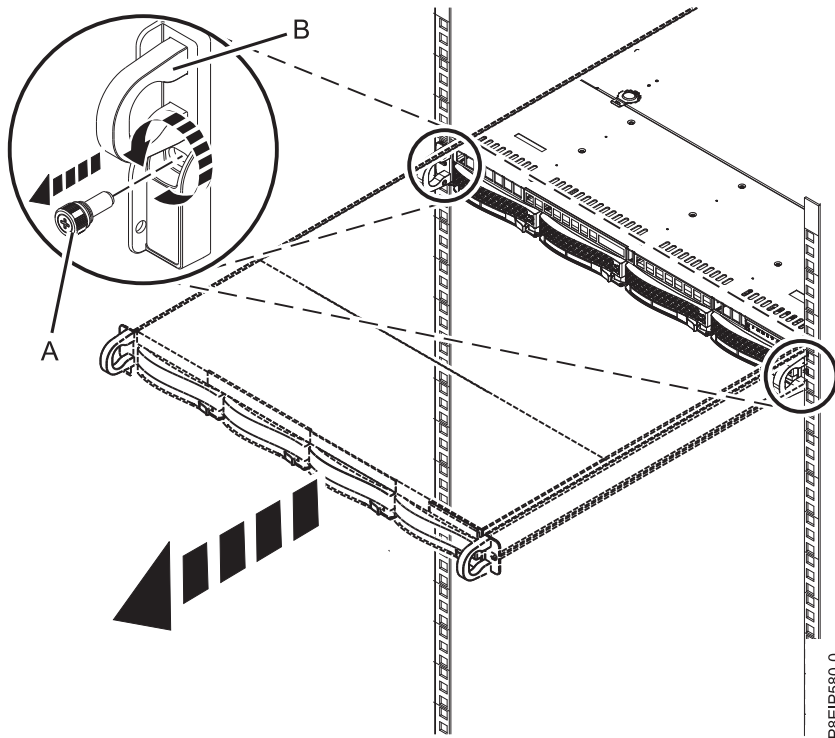

Figure 84. Retrait des vis avant et retrait du système de l'armoire
2. Retirez les vis frontales fixant le système à l'armoire des deux côtés du système, comme indiqué dans la figure 84.